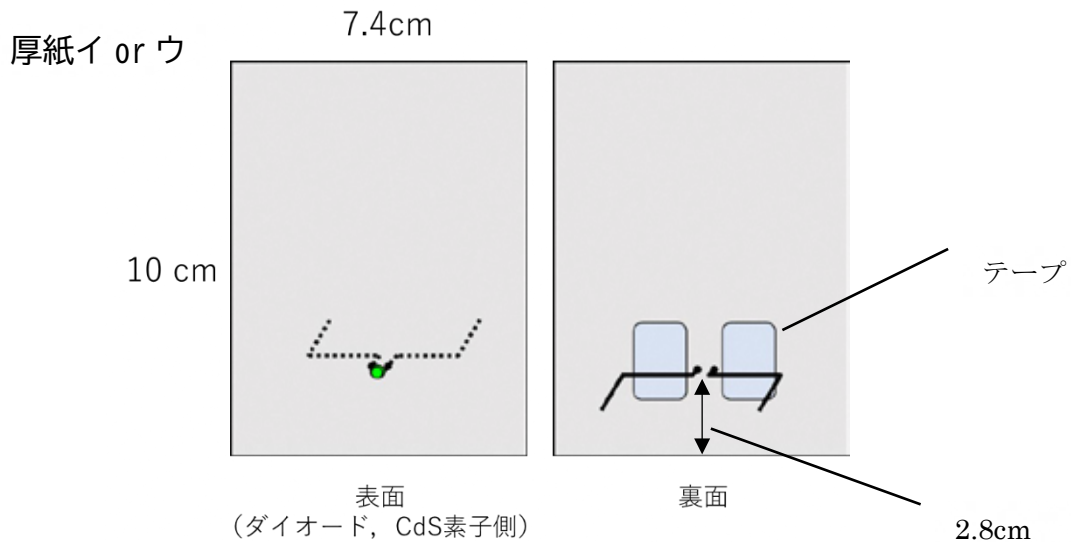

図 6
2. ① 厚紙イ, ウの短辺の中央から左右に 1.0 mm ずつ, 下から 2.8 cm の位置に 2カ所, 画鋸で穴を開ける。開けた穴に, 厚紙イには発光ダイオードを、厚紙ウには CdS 素子をはめ込み図 6 のように, 1 cm 程度で足をまげてテープで固定する。